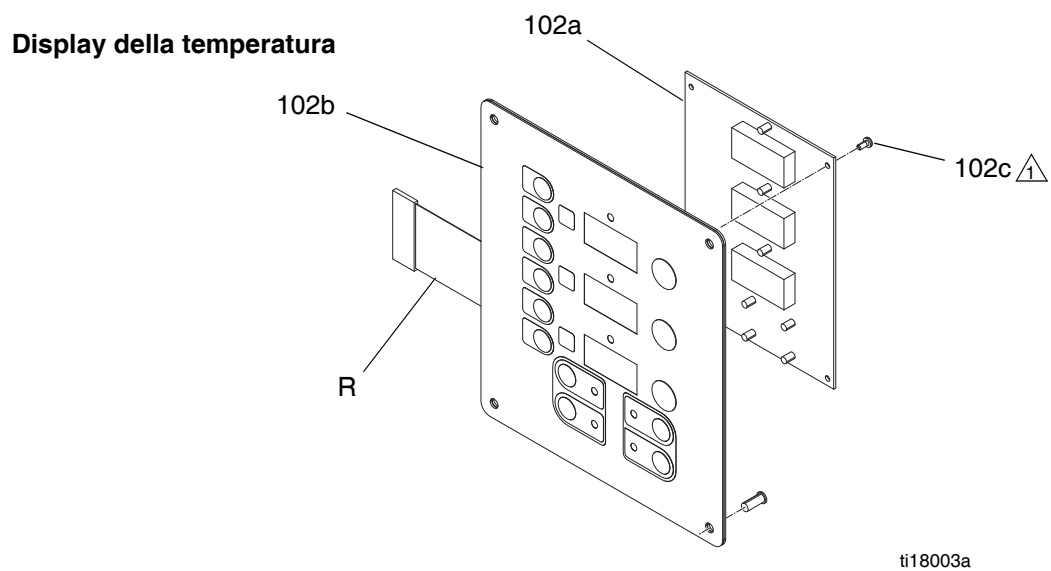

FIG. 17. Modulo Display
5. Scollegare il cavo principale del display (106) che si trova nell'angolo sinistro inferiore del modulo display; vedere FIG. 17, pagina 40.
6. Rimuovere le viti (116) e i coperchi (105); vedere FIG. 17, pagina 40.
7. Scollegare i connettori del cavo dalla parte posteriore del display della temperatura (102). Vedere FIG. 17, pagina 40.
8. Scollegare i cavi a nastro (R) dalla parte posteriore del display, vedere FIG. 17, pagina 40.
9. Rimuovere i dadi (103) e la piastra (101).
10. Smontare il display, vedere i dettagli nella FIG. 17, pagina 40.
12. Spostare il ponticello (119) su J1 sulla scheda sostitutiva del display. Vedere FIG. 17, pagina 40.
13. Rimontare nell'ordine inverso; vedere FIG. 17, pagina 40. Applicare del sigillante per filettature di media resistenza dove mostrato. Accertarsi che il filo di messa a terra del cavo del display (G) sia fissato tra la boccia pressacavo e il coperchio (105) con le viti (107).